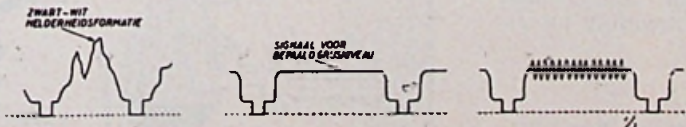

Fig. 7, 8 en 9
Het complete videosignaal wordt nu zo samengesteld dat de hoofdinformatie (1) als de normale helderheidsinformatie wordt overgebracht (zie fig. 7).
Tussen twee lijnsync. pulsen verloopt een bepaald zwart-wit signaal als aangegeven in fig. 7. Zouden wij een lijnsignaal hebben voor een egaal grijsgeurite lijn, dan zou dit signaal verlopen volgens fig. 8. Wordt op dit grijs-niveau een wisselspanning aangebracht, die snel van frequentie wisselt (zie in fig. 9), dan zal deze door de traagheid van het oog volkomen onzichtbaar zijn; de indruk van een egaal grijze lijn blijft bewaard. (De wisselingen zijn sneller dan in de figuur kon worden getekend).